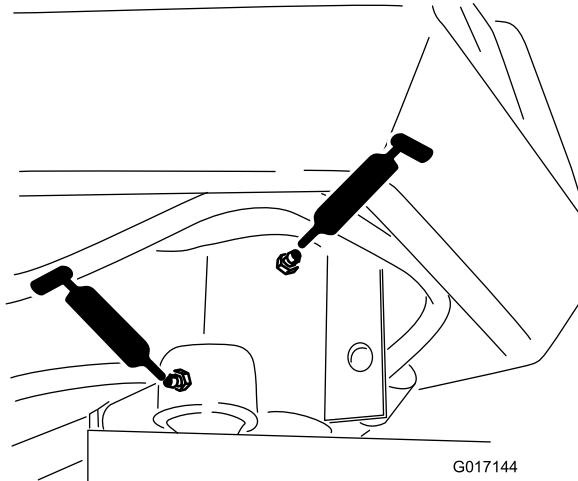

Figura 40
- Eje de la horquilla de dirección (1) (Figura 40)
- Extremo de la biela de la dirección (Figura 40)